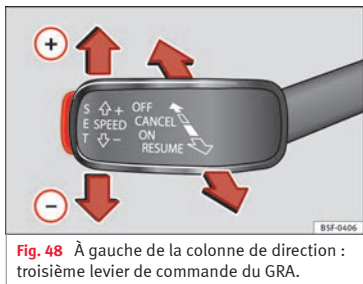

Fig. 48 À gauche de la colonne de direction : troisième levier de commande du GRA.
- Connecter le GRA : placez le troisième levier sur **ON** **» fig. 48**. Le système se met en marche mais il n'effectue aucune régulation car aucune vitesse n'a été programmée.
- Activer le GRA : appuyez sur le bouton **SET** **» fig. 48**. La vitesse est mémorisée et maintenue.
- Déconnecter le GRA temporairement : déplacez le levier en position **CANCEL** **» fig. 48** et relâchez ou appuyez sur la pédale de frein. Le réglage est désactivé temporairement.
- Reconnecter le GRA : déplacez le levier en position **RESUME** **» fig. 48** puis relâchez-le. La vitesse mémorisée sera de nouveau enregistrée et régulée.
- Déconnexion du GRA : déplacez le troisième levier sur la position **OFF** **» fig. 48**. La vitesse mémorisée est effacée et le système est déconnecté.